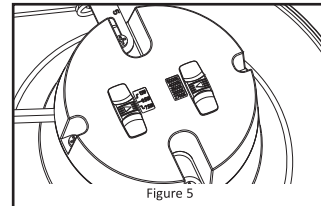
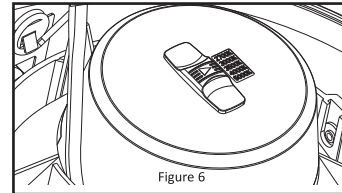

Figure 5
Figure 6
- Le cas échéant, sélectionnez la puissance et la température de couleur proximale en faisant glisser l'interrupteur à l'arrière de la garniture jusqu'au réglage souhaité. **Reportez-vous à la Figure 5 et à la Figure 6.**